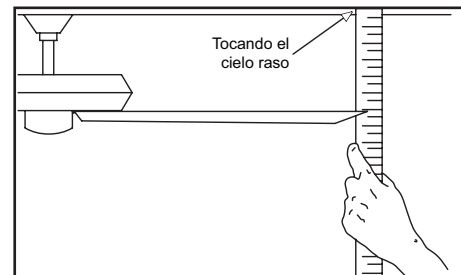

Figura 16
2. La mayoría de los problemas de oscilación del ventilador se deben a que las aspas no están al mismo nivel. Verifica este nivel seleccionando un punto en el techo sobre la punta de una de las aspas. Mide desde un punto en el centro de cada aspa al punto en el techo. Mide esta distancia como se muestra en la Figura 16. Gira el ventilador hasta que la siguiente aspa quede en posición para medir. Repite el procedimiento para cada aspa. Las desviaciones de la medición no deben pasar de 1/8" (3,2 mm). Enciende el ventilador por 10 minutos.